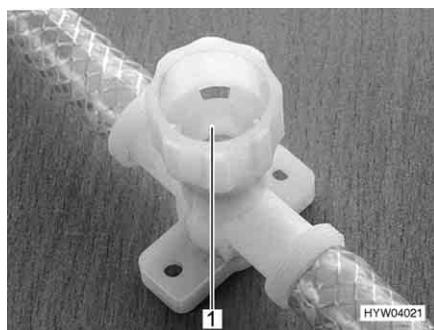

Fig. 121 Rubinetto di scarico per scaldaacqua
- Chiudere tutti i rubinetti di scarico. A tal fine ruotare i coperchi (Fig. 121,1) in senso orario.
- Aprire tutti i rubinetti di scarico dello scaldacqua. A tal fine ruotare i coperchi (Fig. 121,1) in senso antiorario.